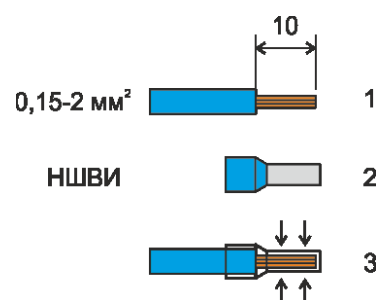

Рисунок 5 – Штыревые втулочные наконечники типа HSHVI
10.4 Концы многожильных проводников всех внешних кабелей сечением (0,15 – 1,5) мм² предварительно разделать на 10 мм (снять изоляцию) и оконцевать методом опрессовки (рисунок 5). Для многожильных проводов использовать штыревые втулочные наконечники типа НШВИ соответствующего диаметра для крепления в клеммную колодку под винт. Опрессовку производить пресс-клещами.